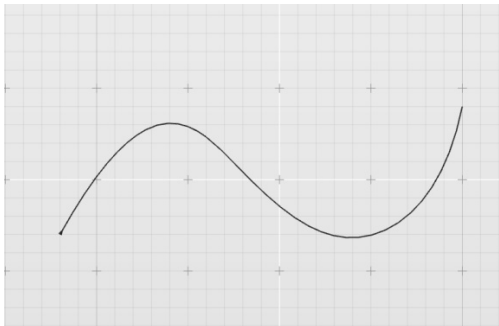

图 3-56 绘制一条 NURBS 曲线
1) 打开素材文件夹“练习（3.4.3_1）”中的 Evolve 文件，激活顶视图，绘制一条 NURBS 曲线，如图 3-56 所示。